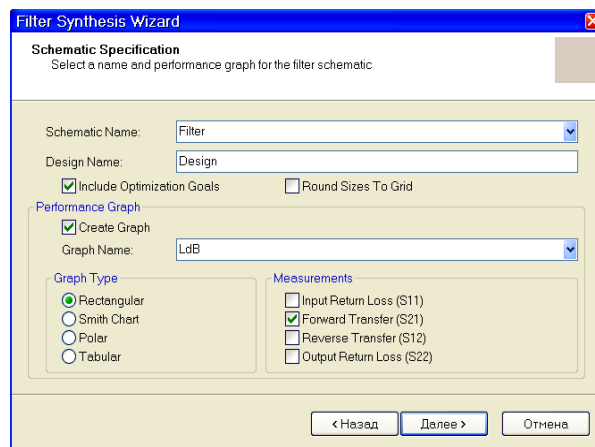

Рис. 7.55
9. В следующем окне рис. 7.55 можно оставить имя схемы (**Schematic Name**) по умолчанию. Имя разработки (**Design Name**) также можно оставить по умолчанию, оно будет отображаться в мастере синтеза фильтров. Оставьте включённой по умолчанию опцию **Include Optimization Coals**, чтобы можно было выполнить оптимизацию фильтра. Оставьте отметку по умолчанию **Create Graph** (Создать график) и тип графика **Rectangular**. Введите имя графика **LdB** и снимите отметку в **Input Return Loss (S11)**, чтобы создать только график прямых потерь S21. Нажмите **Далее**.